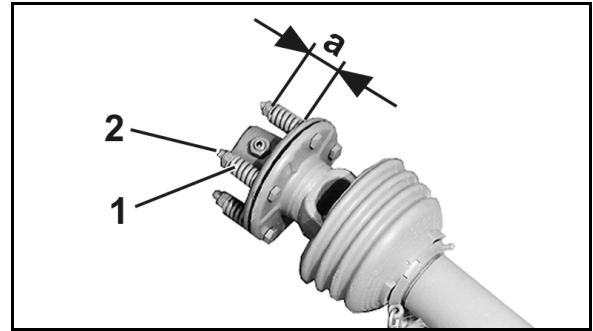

図 71
2. ばね (図 71/1) はナット (図 71/2) を緩めることで負荷を減らします。